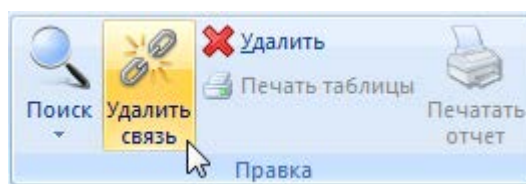

Рис. 13-255 – Кнопка «Удалить связь» панели «Правка»
- 3) Нажать кнопку «Удалить связь» панели «Правка» (рис. 13-255).